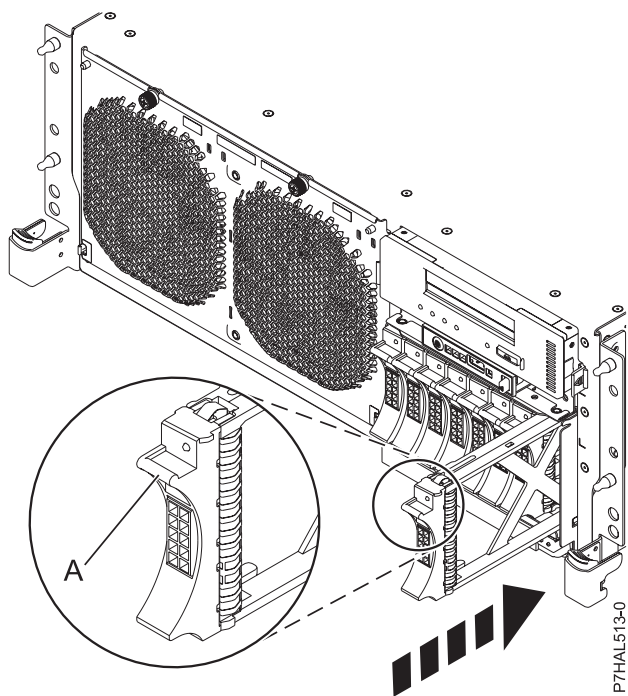

Figure 30. Installation d'une unité de disque sur le système
2. Faites glisser complètement l'obturateur d'unité de disques dans l'unité centrale ou l'unité d'extension, puis verrouillez-le dans son emplacement en poussant la poignée (A), comme indiqué dans la figure 30.